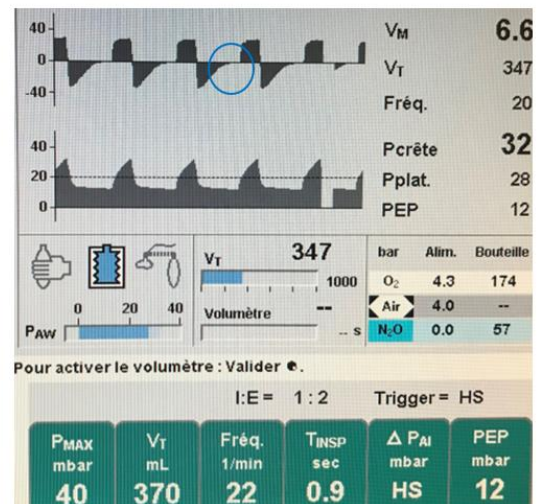

Fig. 4. Air trapping visualisé sur la courbe des débits.
- **Airtrapping** (rétention gazeuse dynamique) (Fig. 4) → à éviter !